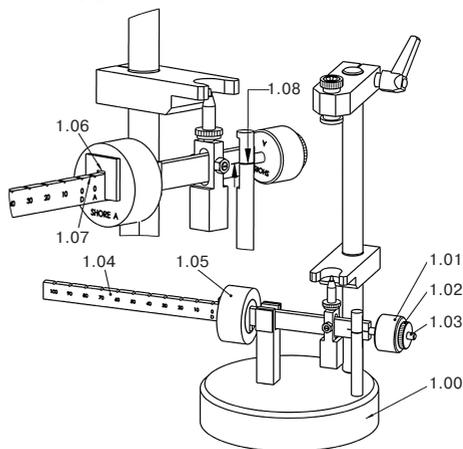

Рис.1. Установка диапазонов измерений по Шору А, В, 0, А0, Е AND L, L/C.
• Закрутите противовес по Shore A (1.01, Рис.1) и гайку с накаткой (1.02, Рис.1) на шпindel с резьбовым концом (1.03, Рис.1) балансирующего плеча (1.04, Рис.1).
Гайка (1.02, Рис.1) закрепляет противовес (1.01, Рис.1).
• Переместите противовес Shore A (1.05, Рис.1) на ноль, позиция «А» (1.07, Рис.1).
Упорная пластинка (1.06, Рис.1) подвижного груза (1.05, Рис.1) должна быть со свободной стороны балансирующего плеча (1.04, Рис.1).
• Поворачивайте противовес (1.01, Рис.1) пока отметки (1.08, Рис.1) не совпадут.
• Зафиксируйте противовес (1.01, Рис.1) гайкой с накаткой (1.02, Рис.1).